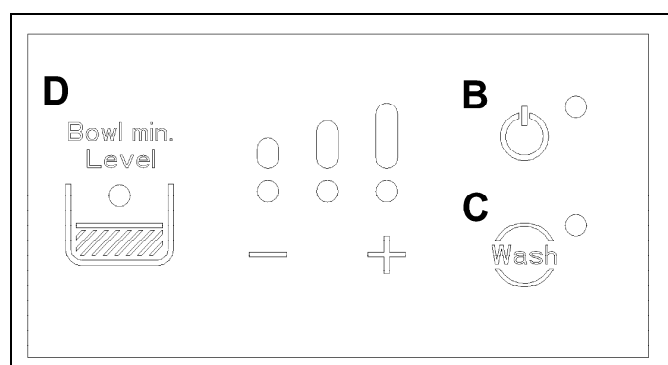

Fig. 9
- Sélectionner la modalité de fonctionnement souhaité à partir du panneau de commande (fig.9)
- Pour activer l'installation frigorifique en modalité refroidissement, presser la touche de mise en marche B situé sur le panneau de commande (fig. 9).
- Pour varier la consistance du produit, appuyer sur les touches + et - du clavier de commande (fig.9), en agissant sur le +, on notera une augmentation des LED allumés et, par conséquent, la consistance établie augmentera; au contraire, en agissant sur la touche -, on verra diminuer les LED allumés avec une baisse conséquente de la consistance (fig.9).
- Pour activer la modalité lavage, il faut appuyer sur la touche WASH (touche C sur la figure 9) après avoir éteint l'installation frigorifique en appuyant sur la touche de mise en marche B et en s'assurant que le LED correspondant est bien éteint.